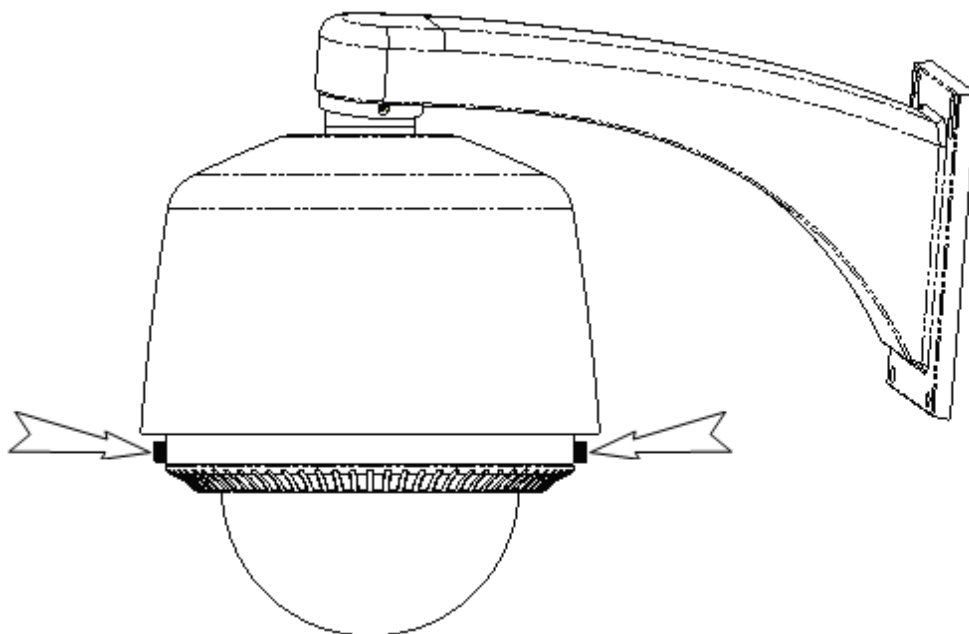

图 2-2-8 安装透明罩
7、装上球机透明罩，并拧紧球罩的两颗固定螺丝，如图 2-2-8 所示。